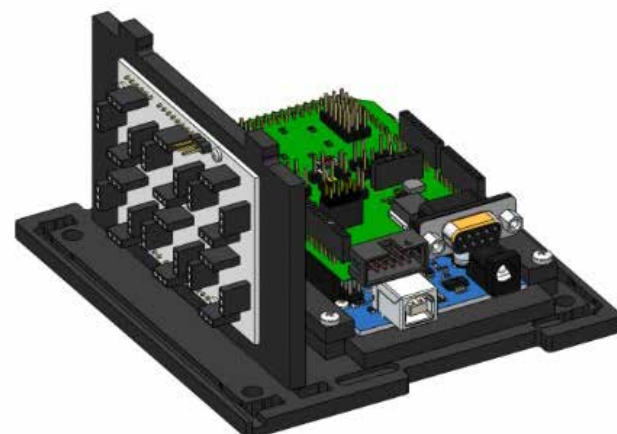

Рисунок 43. Установка платы Troyka на основание
6) Кронштейн с закрепленной платой Troyka Slot Shield установить на нижнее основание. Для этого совместить выступы кронштейна с отверстиями в основании и защелкнуть. Соединить шлейфами плату Troyka Slot Shield с платой Arduino MEGA2650 (рисунок 43):